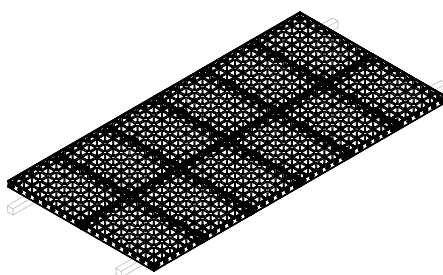

Fig. B1.14
4. Ripetere il passaggio 3 fino a raggiungere la lunghezza desiderata. (Fig. B1.14)